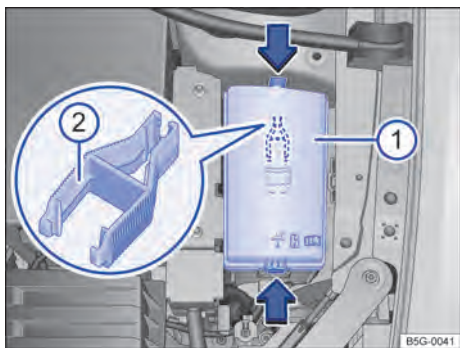

Fig. 168 No compartimento do motor: cobertura ① da caixa de fusíveis com pinça de plástico ②.
- Pressionar as travas no sentido da seta → Fig. 168 ①, para destravar a cobertura da caixa de fusíveis.
No lado interno da cobertura da caixa de fusíveis no compartimento do motor pode haver uma pinça de plástico → Fig. 168 ② para a retirada dos fusíveis.